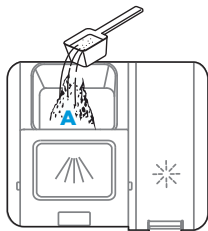

Fig. 2
2. Adicione detergente observando o correto local para abastecimento (A - Fig. 2).